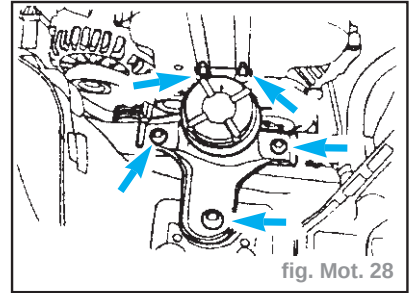

fig. Mot. 28
- Déposer le support moteur (fig. Mot. 28).